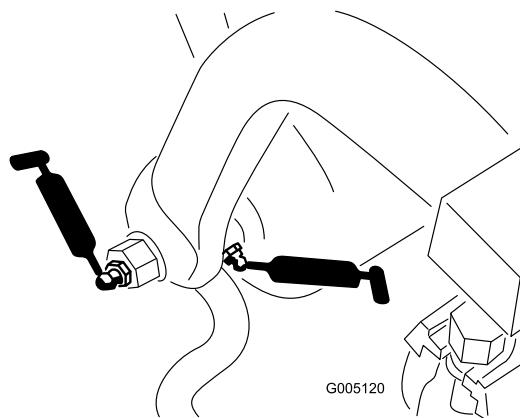

Figure 33
- Axe et rouleau de cadre de traction (12) (Figure 33)